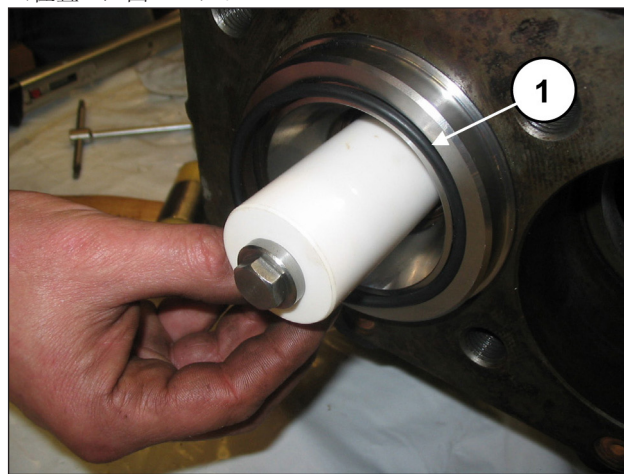
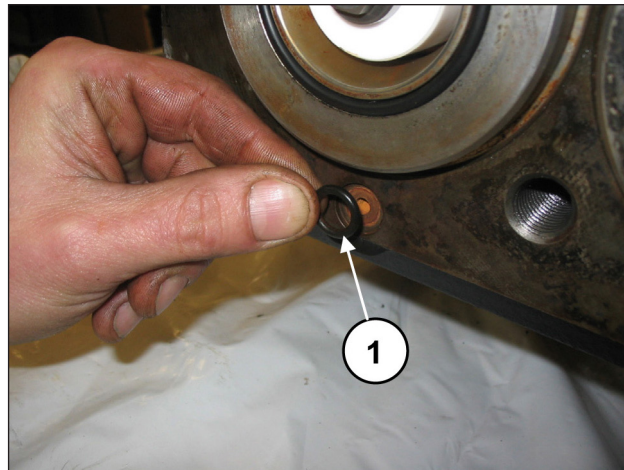

图 152
图 153
安装缸套的前O形圈（位置③，图 152）和再循环孔的O形圈（位置④，图 153）。